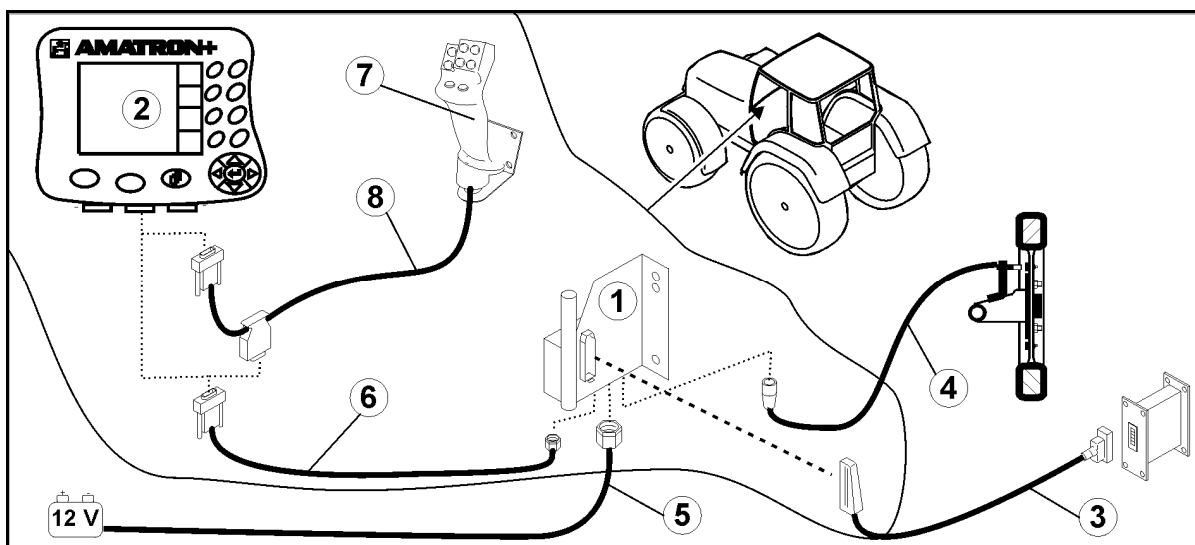
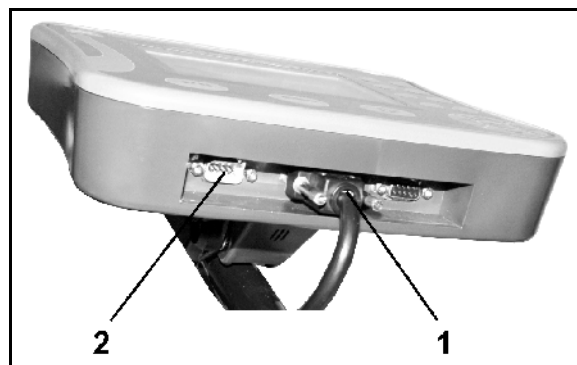

Fig. 1
Fig. 2
- Traktorens grunnutstyr (Fig. 1/1, konsoll med fordeler) må monteres vibrasjonsfritt og elektrisk ledende i førerhuset innenfor syns- og gripevidde for føreren.
- batteritilkoblingskabelen (Fig. 1/5).
- signalkabel for traktorsignalstikkontakt eller strekningsføler (Fig. 1/4).
- forbindelseskabel til **AMATRON⁺** (Fig. 1/6).
- Sett **AMATRON⁺** (Fig. 1/2) på traktorens grunnutstyr.
- Pluggen på forbindelseskabelen settes i (Fig. 1/6) den midtre 9-polede sub-D-kontakten (Fig. 2/1)
- Koble maskinen via maskinpluggen (Fig. 1/3) til **AMATRON⁺**.
Multifunksjonsspaken (Fig. 1/7) kobles til via en Y-kabel (Fig. 1/8).
- Det serielle grensesnittet (Fig. 2/2) gjør det mulig å koble til en PDA.